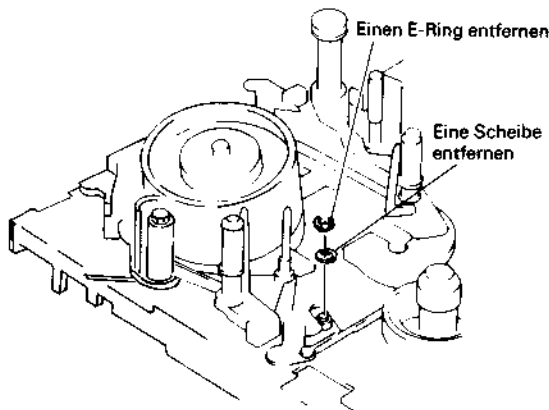

Abb. 2.97 Ausbau der Vorratsteller- und Wickelteller-Ladenocken-Zahnräder
8. Einen (1) E-Ring und eine (1) Scheibe entfernen (siehe Abb. 2.97).